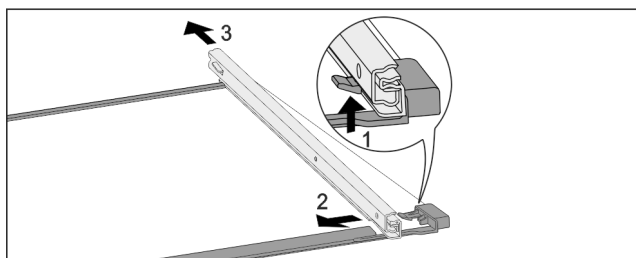

Fig. 71 Ripiano in vetro con guide
- ▶ Premere il gancio di fermo anteriore verso l'alto. Fig. 71 (1)
- ▶ Far scorrere la guida estraibile di lato Fig. 71 (2) e verso il lato posteriore Fig. 71 (3).